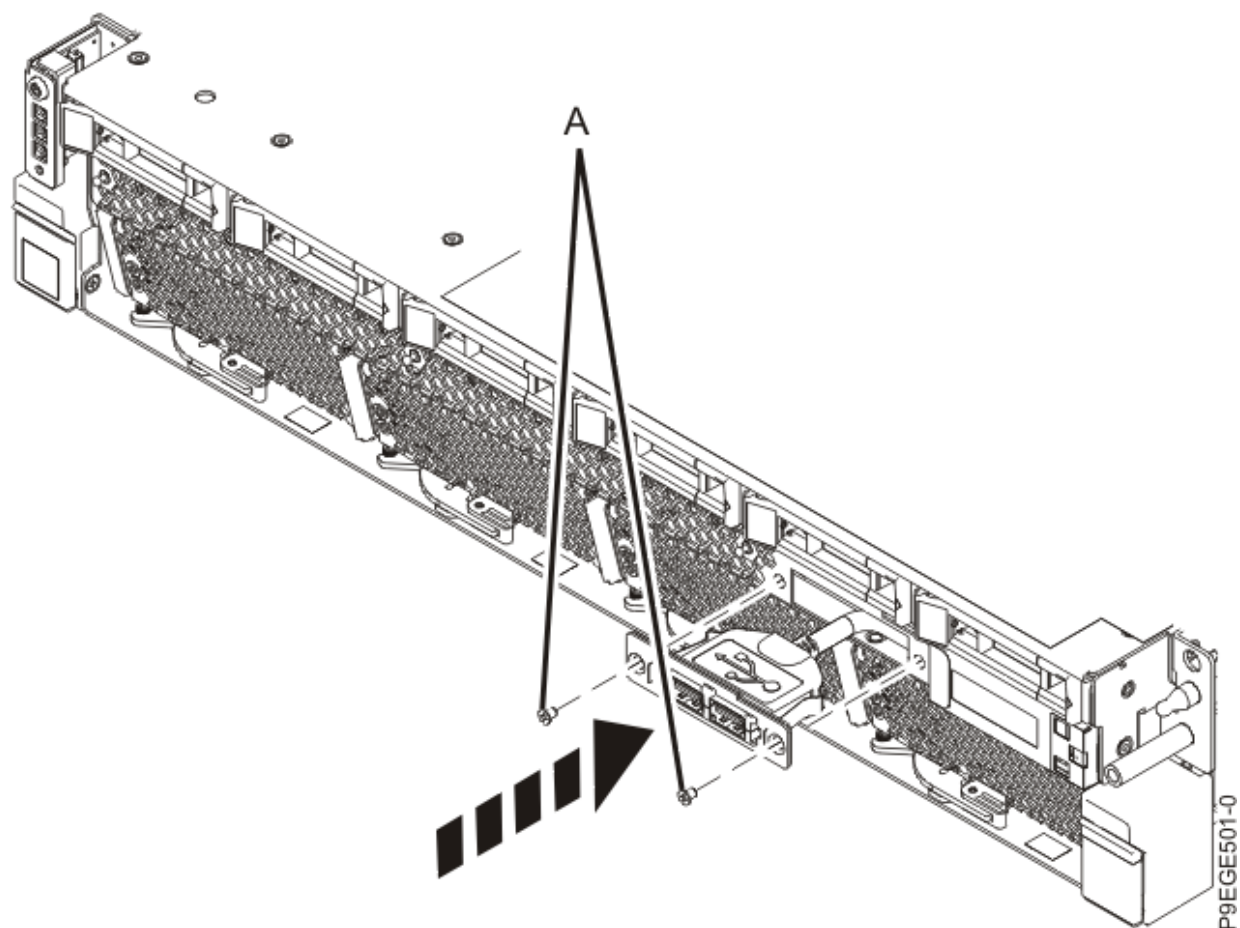

Figure 11. Insertion du câble USB avant
3. Insérez le câble USB avant en le faisant passer par l'ouverture située à l'avant du système. Remettez en place les vis **(A)**, comme indiqué à la Figure 11, à la page 13. Faites passer le câble par le châssis et acheminez-le le long du côté droit du châssis de système.